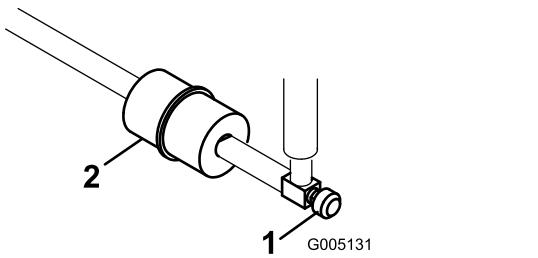

Рисунок 41
Проходной топливный фильтр встроен в топливный трубопровод между топливным баком и карбюратором (Рисунок 41).
1. Закройте клапан отключения подачи топлива (Рисунок 41).
2. Установите под фильтр сливной поддон, ослабьте шланговый хомут на обращенной к карбюратору стороне фильтра и отсоедините топливный трубопровод от фильтра (Рисунок 41).
3. Ослабьте другой шланговый хомут и снимите фильтр (Рисунок 41).